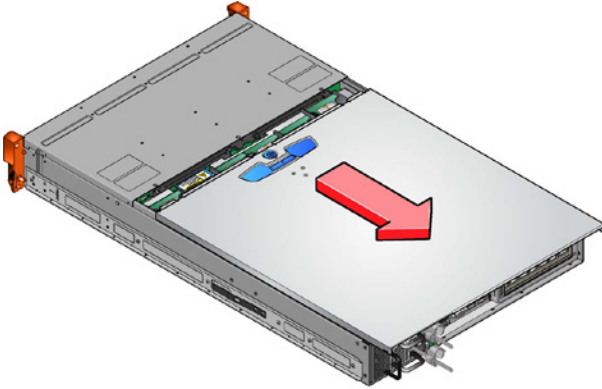

Figure 5 : Retrait de la couverture du boîtier
1. Libérez le couvercle supérieur du boîtier en tournant le mécanisme de verrouillage à la position « déverrouillé » et faites glisser le couvercle vers l'arrière jusqu'à ce qu'il s'arrête (voir Figure 5).